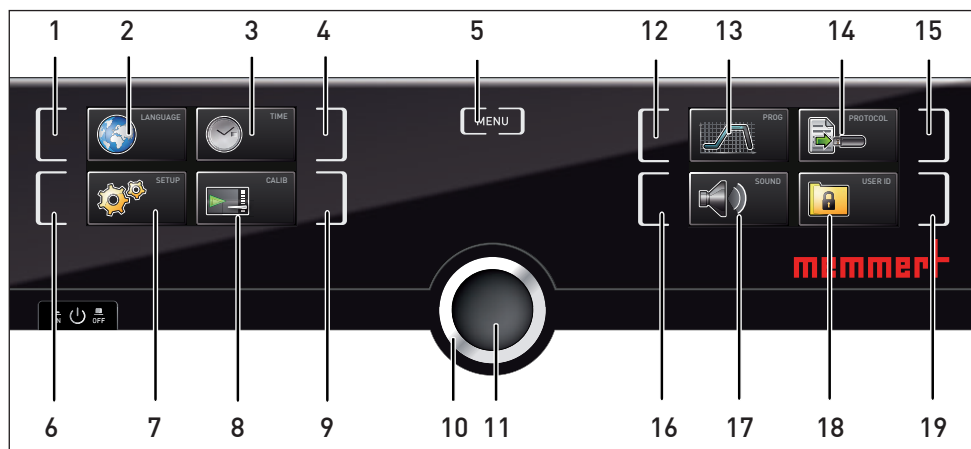

Fig. 27 ControlCOCKPIT i menufunktionen
5. Deaktiver enheden med hovedafbryderen (Fig. 27).